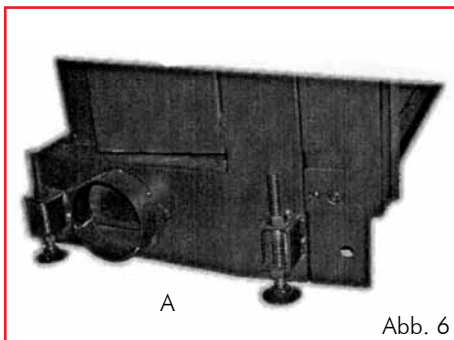

Abb. 6
DIE CRISTAL dürfen nur in Räumen montiert werden, in denen eine ausreichende Zufuhr von Verbrennungsluft vorhanden ist. Für einen einwandfreien Betrieb des Kaminofens ist es unbedingt erforderlich, dem Feuerraum die Verbrennungsluft durch ein Rohr bis zu den entsprechenden, an den Seitenteilen und hinter dem Kamin vorgesehenen Lufteintritten zuzuführen. Er ist mit einem Verbindungsstück (A) mit 12,5 cm Durchmesser ausgestattet, das an dem Lufteintritt, der benutzt werden soll, anzubringen ist (Abb. 6). Die Verbindung nach draußen muss einen durchgehenden Nutzquerschnitt von mindestens 125 cm2 über ihren gesamten Verlauf beibehalten. Die zum Anschluss des biegsamen Rohrs zum Durchlauf der Verbrennungsluft nicht benutzten Stutzen müssen mit einem Deckel verschlossen bleiben. Falls die Luftmenge gering ist, und der Typ des Gebäudes, in dem der Kamin installiert ist, besonders luftdicht ist, wird es auf jeden Fall erforderlich sein, einen zusätzlichen Lufteintritt von 120 cm2 (ø 12,5) anzubringen.